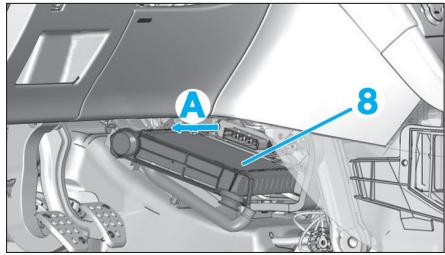

Fig. 17
- Déposer le radiateur de chauffage (8) suivant la flèche (A) (Fig.17).